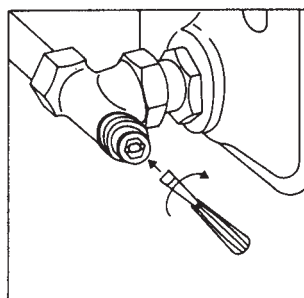

Рис. 3
- 1.4 Затем блокировочный винт повернуть до упора вправо с помощью отвертки (рис. 3, только „Combi 4“).
Важно: При изменении преднастройки сначала поворотом влево с помощью отвертки ослабить блокировочный винт (рис. 3). Затем изменить преднастройку шестигранным ключом SW 4 (1).